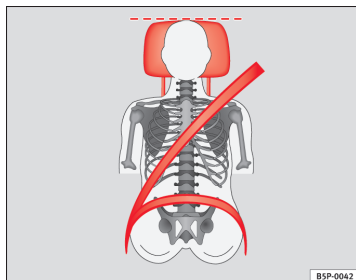
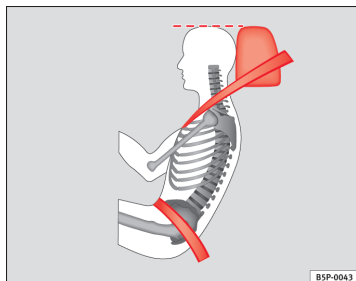

Fig. 3 Korrekt indstillet hovedstøtte set forfra
Fig. 4 Korrekt indstillet hovedstøtte set fra siden
- Indstil hovedstøtten således, at hovedstøttens øverste kant er på højde med den øverste del af dit hoved, dog mindst i øjenhøjde ⇒ Fig. 3 og ⇒ Fig. 4.